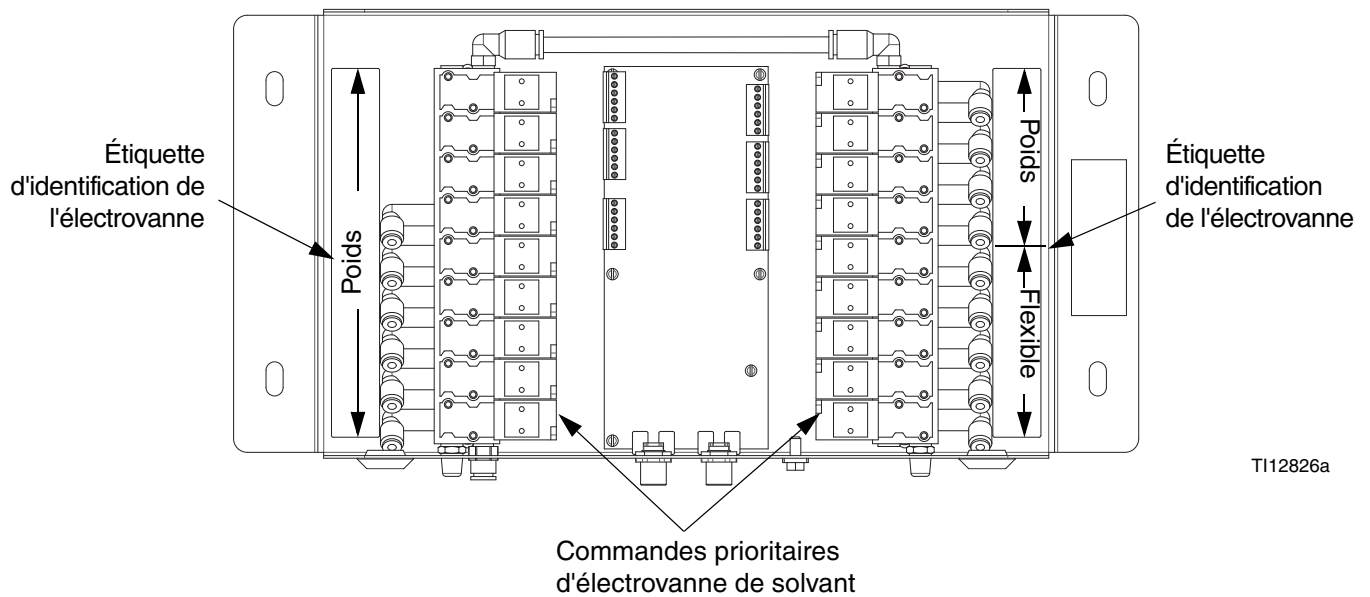

FIG. 2 : électrovannes de changement de couleur
4. Consultez FIG. 2. Ouvrez le module de changement de couleur. En utilisant les étiquettes d'identification d'électrovanne comme guide, appuyez et maintenez la commande prioritaire de chaque électrovanne de couleur jusqu'à ce que le débit de la vanne d'échantillonnage s'arrête.
4. Consultez FIG. 2. Ouvrez le module de changement de couleur. En utilisant les étiquettes d'identification d'électrovanne comme guide, appuyez et maintenez la commande prioritaire de chaque électrovanne de couleur jusqu'à ce que le débit de la vanne de décharge A s'arrête.
6. Consultez FIG. 2. En utilisant les étiquettes d'identification d'électrovanne comme guide, appuyez et maintenez la commande prioritaire de chaque électrovanne de catalyseur jusqu'à ce que le débit de la vanne de décharge B s'arrête.